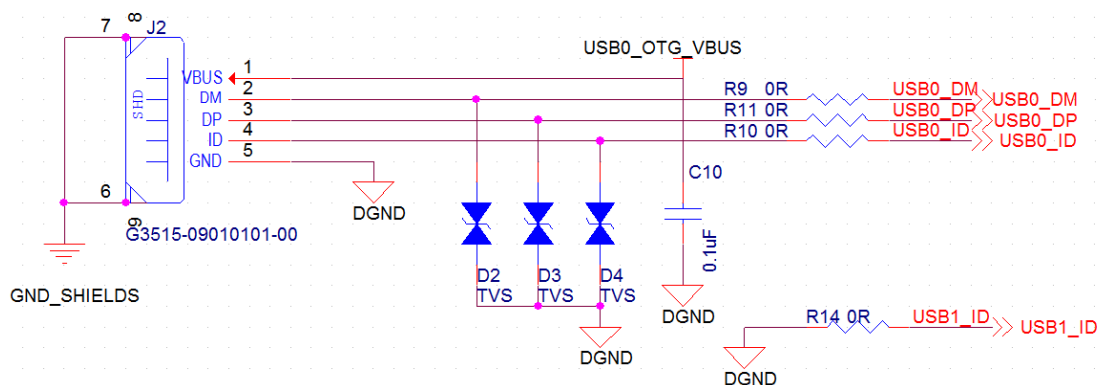

图 2-16
(2) mini USB OTG 模块接口电路图如图 2-16 所示：